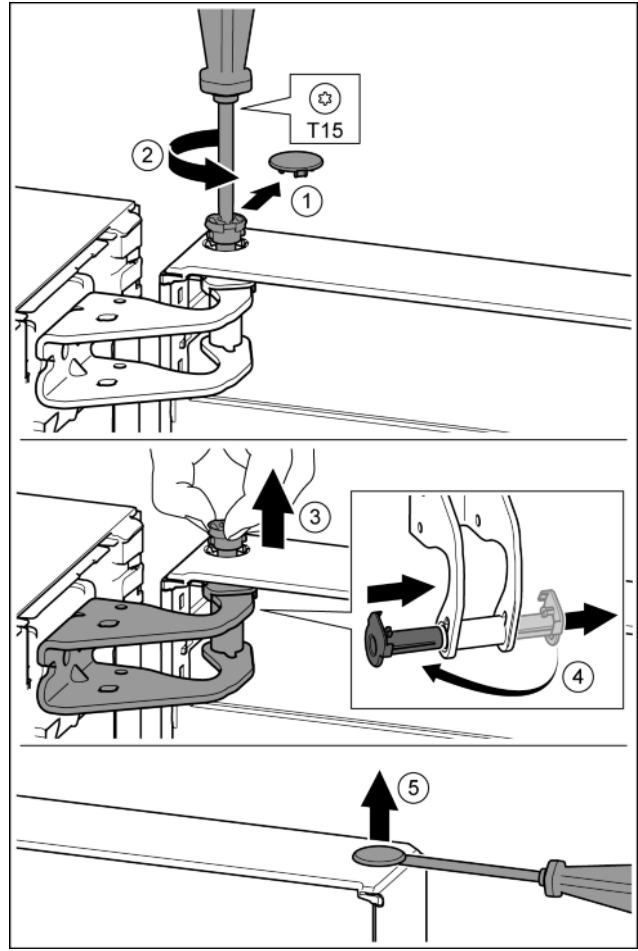

Fig. 8
- Emniyet kapağını dikkatli bir şekilde çekip çıkartın. Fig. 8 (1)
- Cıvataları T15 tornavidayla bir parça çıkartın. Fig. 8 (2)
- Kapısını tutun ve cıvataları parmaklarınızla çekip çıkarın. Fig. 8 (3)
- Yatak kovanını kılavuzdan çekip çıkartın. Diğer taraftan yerleştirin ve yerine oturtun. Fig. 8 (4)
- Tapaları düz bir tornavidayla dikkatli bir şekilde kapının yatak civatasından kaldırın ve çekip çıkarın. Fig. 8 (5)